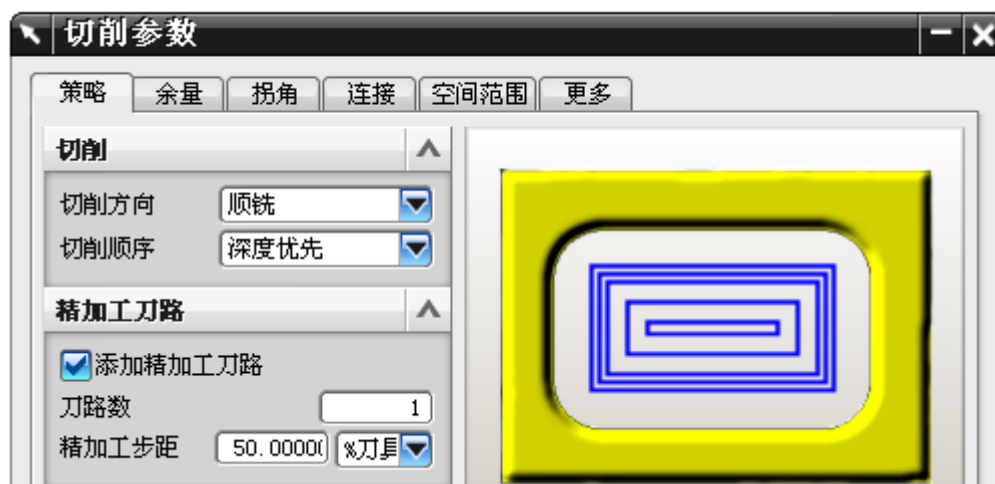
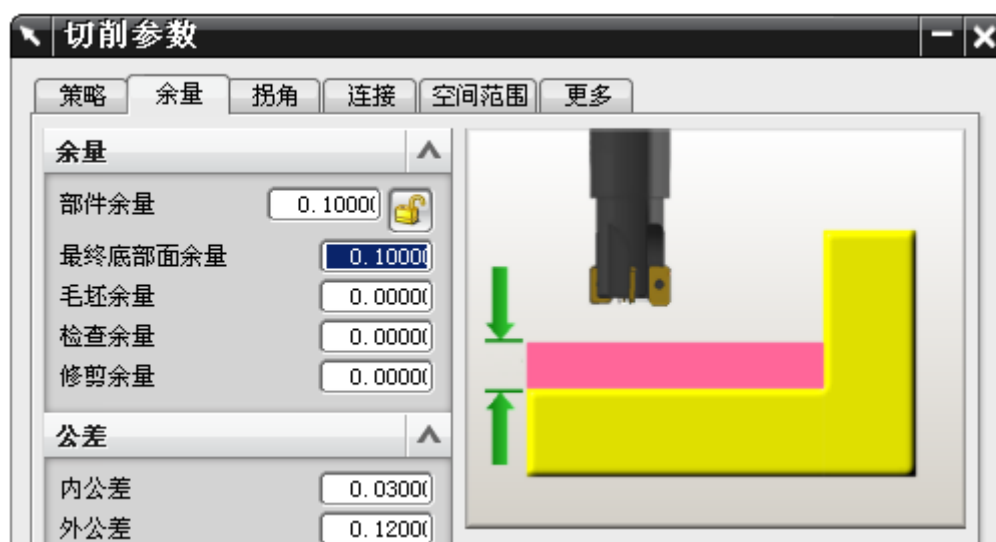
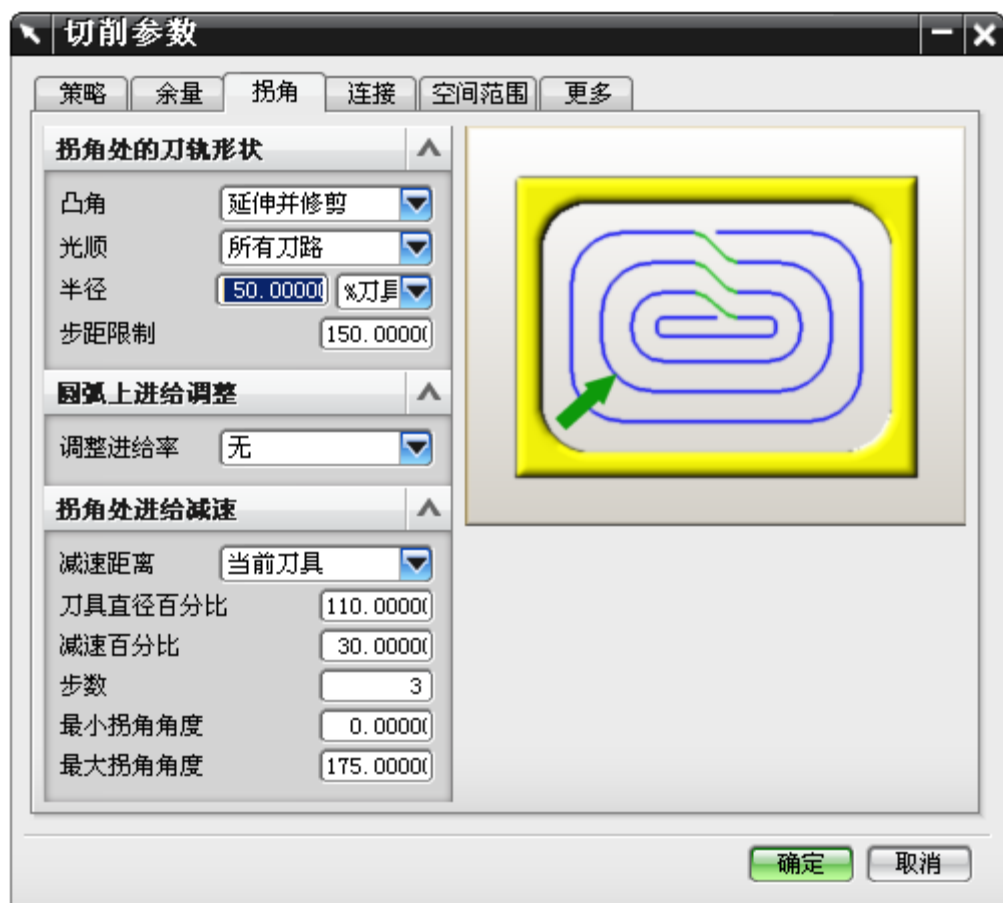
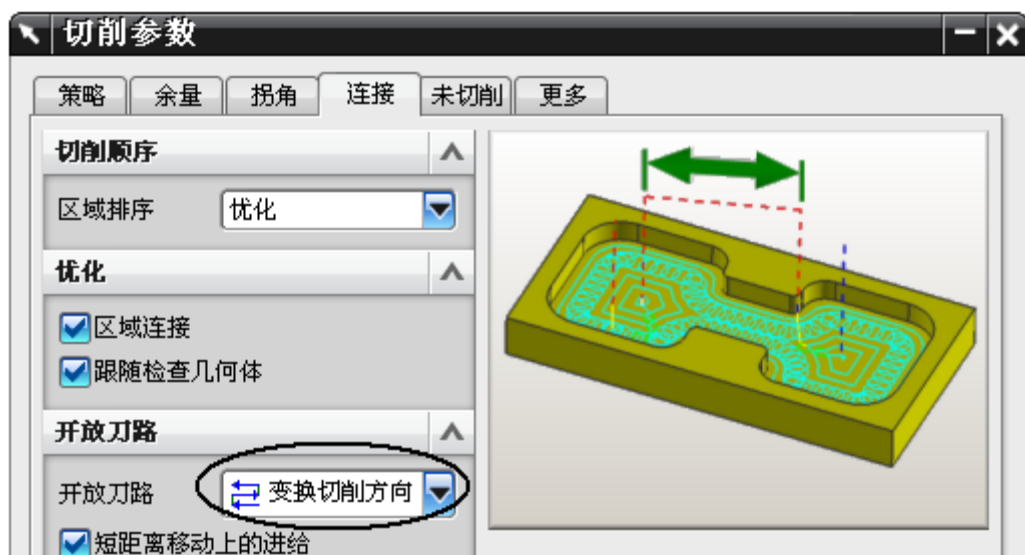

图 8-82
图 8-83
图 8-84
图 8-85
- 单击 ，设置如图 8-82、图 8-83、图 8-84 和图 8-85 所示的切削参数，单击 OK。